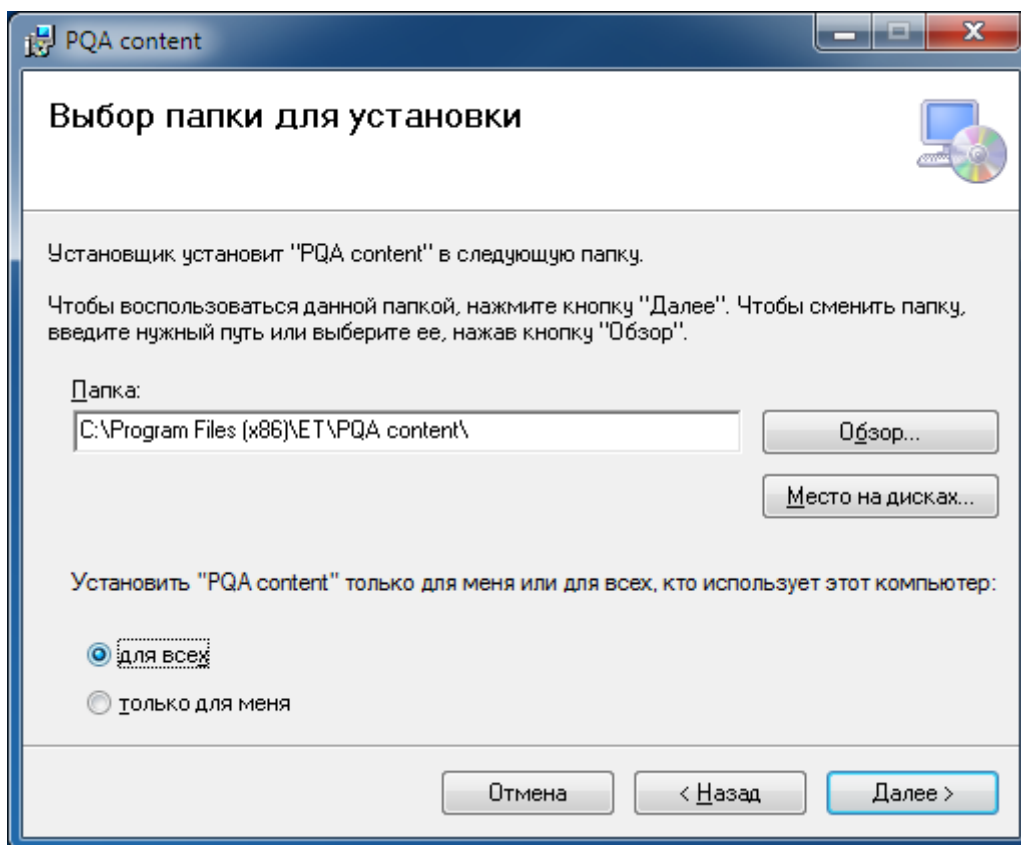

Рисунок 3.2.2 Диалог «Выбор рабочего каталога»
3.2.2 Программное обеспечение устанавливается по умолчанию в рабочий каталог: drive :\Program Files (x86)\ET\PQA content, где drive – имя диска с операционной системой. Изменить или принять имя рабочего каталога программы можно в окне «Выбор папки установки» (Рисунок 3.2.2).